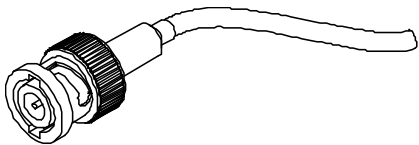

Рис. L-3 Разъем BNC (1CH) ВТ-ПЭП
- Второй тип: разъем BNC (см. Рис. L-3 на стр. 179), используемый в некоторых однокатушечных ВТ-ПЭП.